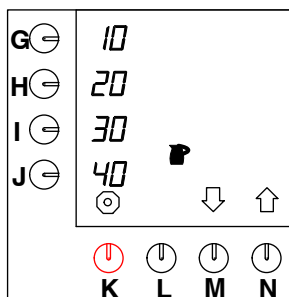

Fig. 27 Endring av forhåndsprogrammerte valgtaster for kanner
- Trykk på valgtasten (N.)↑ inntil fig.27 vises på displayet.